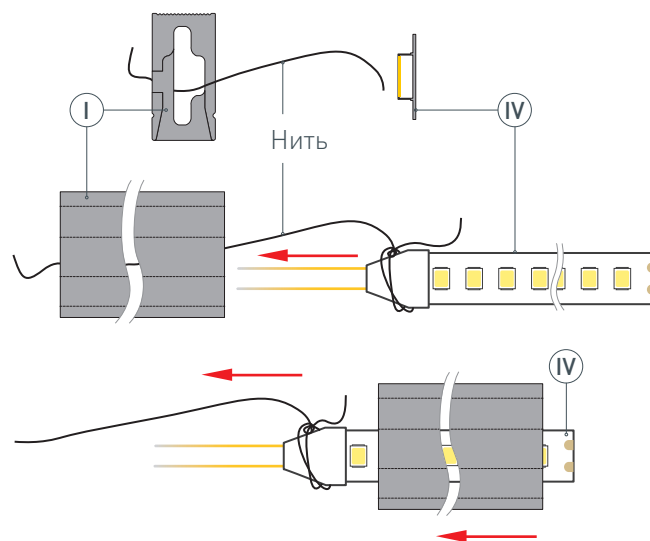

Рис. 1. Протяжка светодиодной ленты (IV) в профиль (I), вид сбоку
- 1 /** Закрепите держатели (II) на поверхности и выведите наружу кабель от источника питания для светодиодной ленты.
Установите\* светодиодную ленту (IV) в профиль (I). Для этого необходимо привязать нить (находится внутри профиля) с одной стороны профиля (I) к светодиодной ленте (IV), как показано на рис. 1. Чтобы втянуть ленту в профиль, сначала аккуратно поместите кабели питания светодиодной ленты (IV) внутрь профиля (I), а затем, насколько это возможно, вставьте край светодиодной ленты. Аккуратно потяните за нить с другой стороны профиля (I) и тем самым протяните\*\* светодиодную ленту (IV) в профиль (I).